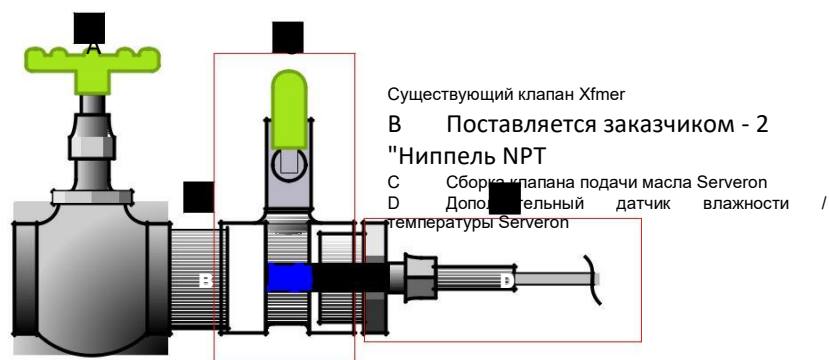

Рисунок 12 Установка датчика влаги - Vaisala
1. После установки охватывающего ниппеля и реле подачи масла на трансформаторном клапане в соответствии с показанной ниже ориентацией (рис. 12) установите прилагаемый 2 "NPT x 1/2" NPT-редукционный втулки, упакованные с набором для влаги, с использованием ленты Teflon® и герметика для трубной резьбы. Если тройник подачи масла не является 2 "NPT, тогда должна быть предусмотрена подходящая редукционная втулка для размещения фитинга для установки влагомера 1/2" NPT.
1. После установки охватывающего ниппеля и реле подачи масла на трансформаторном клапане в указанной ориентации (рис. 12) установите прилагаемый 2-дюймовый переходник NPT x ½ "NPT упакованные с набором для влаги, используя ленту Teflon® и герметик для трубной резьбы. Если тройник подачи масла не является 2 "NPT, тогда должна быть предусмотрена подходящая редукционная втулка для размещения резьбовых проводов с резьбой 1/2" NPT.